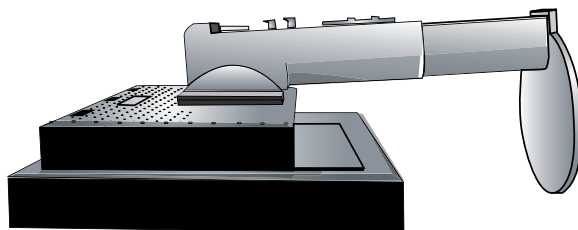

Figura S.1
4. Sistemare il monitor verso il basso su una superficie non abrasiva (**Figura S.1**).